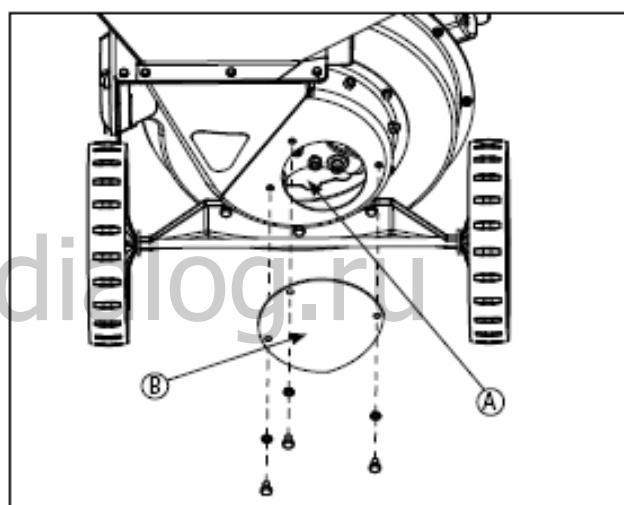

РИСУНОК 9 – Проверка / вращение молоточков измельчителя
2. Извлеките маленькую круговую панель (B) от задней стенки корпуса измельчителя. См., РИСУНОК 9
3. проверьте режущую кромку треугольных молоточков (A) и J-образных молоточков (A). См. РИСУНКИ 9 и 10